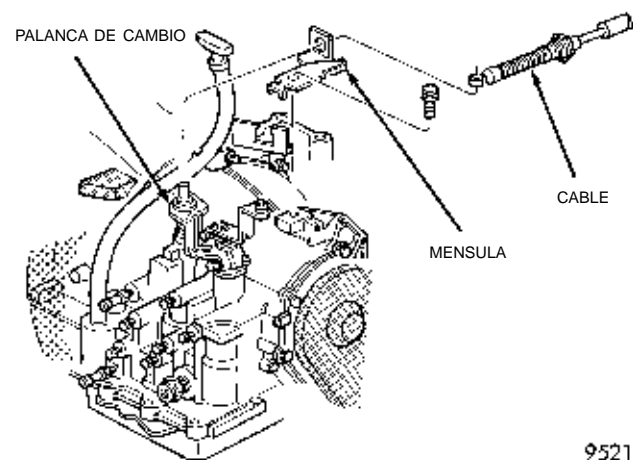

Fig. 7 Cable del cambio de marchas
- (1) Desconecte ambos cables de la batería.
- (2) Tire hacia arriba y retire el centro de distribución de tensión.
- (3) Retire el protector térmico de la batería.
- (4) Retire la batería y el anclaje de la misma de la bandeja.
- (5) Retire la bandeja de la batería y el servo de control de crucero (si está equipado).
- (6) Retire el tornillo de la ménsula del cable en el transeje (Fig. 7).